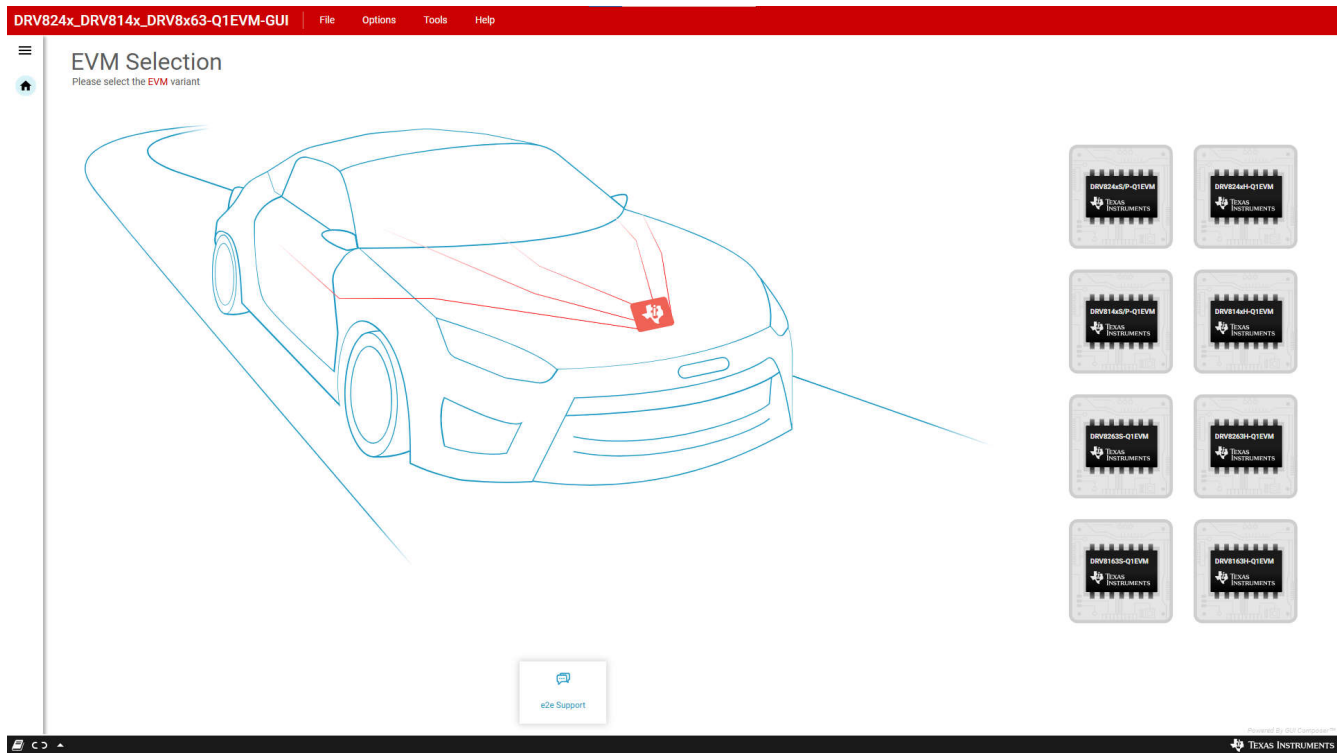

图 4-1. DRV824x_DRV814x_DRV8x63-Q1EVM GUI 主屏幕
2. 从图 4-1 引用的屏幕中，使用右侧的图标选择连接的 EVM 型号。